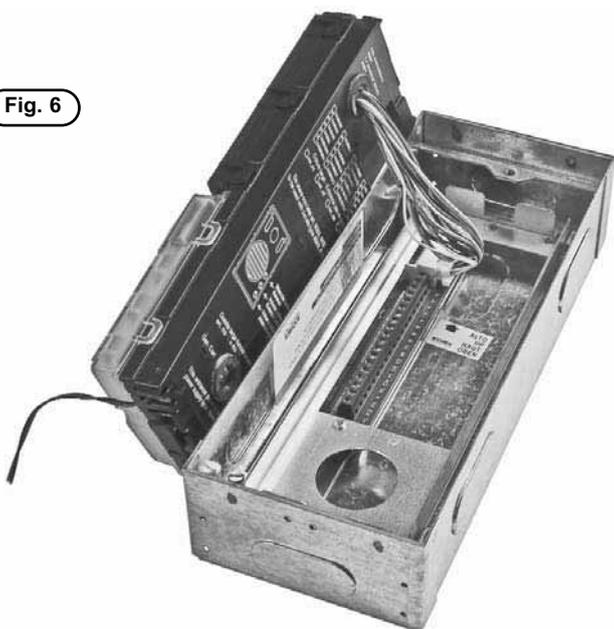

Fig. 8
- Chiudere la targa facendo attenzione che l'elettronica della targa stessa aderisca bene alla placca in ottone permettendo che i pulsanti possano essere azionati fino a fine corsa. Se ciò non fosse, regolare le viti poste all'interno della scatola da incasso, consentendo così all'unità elettronica di aderire alla placca in ottone. (fig. 8)